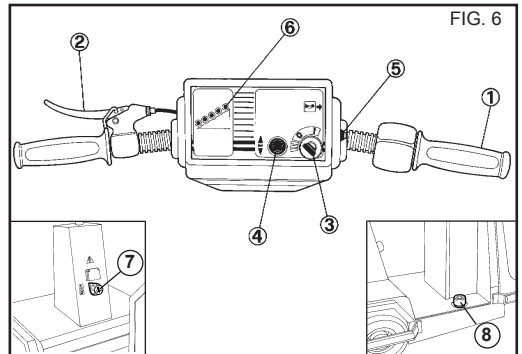
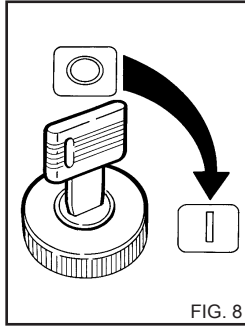

FIG. 6
FIG. 8
DISPOSITIVO DO COMANDO MOD. 250 - Fig. 6
1) Inserir a chave e girar no sentido dos ponteiros do relógio (1) (fig.8) acender-seão os indicadores luminosos no painel dos instrumentos para assinalar que o veículo está ligado (ref.6 Fig.6 - 7) e aguardar 2-3 segundos aproximadamente. Accionar o interruptor de emergência girando o botão para a pos. "I" (ref. 7 - 11 Fig.6 - 7)
Utilizar o botão (fig. 6 - 7 ref. 4) para inverter o sentido da marcha (para a frente ou para tras).
- Accionar o veículo com a alavanca/accelerador (Rif. 1 Fig. 6 - 7).
△ Manter carregado com um pé o interruptor Homem a Bordo. Tirando o pé do interruptor o veículo pára automaticamente (Rif. 8 - 12 Fig. 6 - 7).
O veículo não deve tralhar até a completa descarga da bateria (atenção ao sinal amarelo do painel de control) Rif. 6 Fig. 6 - 7). A duração do trabalho deve estar de acordo com o tempo de autonomia da bateria.
Desacelerar até ao minimo (Rif. 1 Fig. 6 - 7).
Rodar a chave (3) pondo-a na posição "0" (todos os indicadores luminosos devem estar apagados); girar o interruptor de emergência para a posição "0" (fig. 8).
A bateria deve ser recarregada quando a luz verde se apaga (Rif. 6 Fig. 6 -7) e apenas se mantem acesas as amarelas ou vermelhas